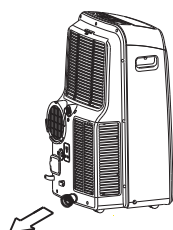

Imagen 22
- Cuando el nivel del agua de la bandeja alcance el nivel predeterminado, la unidad emitirá ocho "beeps" y en la pantalla aparecerá "P1". El proceso de aire o de deshumidificación se detendrá por completo. Sin embargo, el motor del ventilador continuará funcionando. Desplace con cuidado la unidad hacia una zona de drenaje, extraiga el conector de la manguera de drenaje y deje que salga el agua (imagen 22). Vuelva a colocar el conector de la manguera de drenaje y reinicie la unidad hasta que el símbolo "P1" haya desaparecido. Si el error persiste, contacte con el servicio técnico.
- Retire el conector de la salida de drenaje inferior. Toda el agua de la bandeja se drenará (imagen 22).